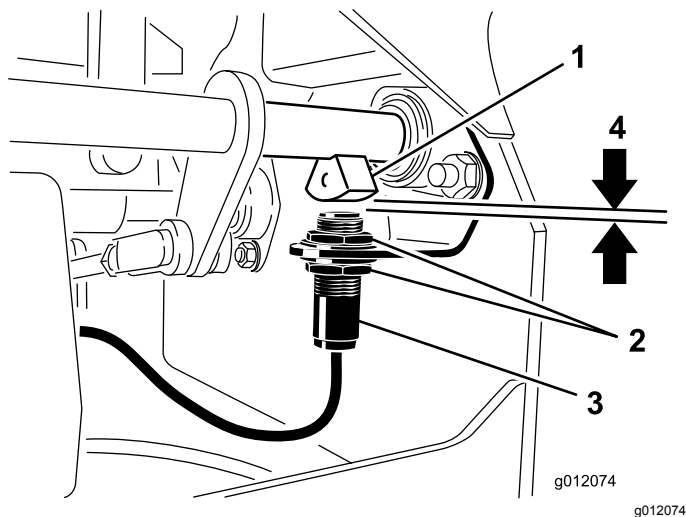

Figura 77
4. Spostate il microinterruttore verso l'alto o il basso, lungo la staffa, fino a quando la distanza tra il sensore dell'albero del freno e il pulsante del microinterruttore è di 3,9 mm, come illustrato nella Figura 77.